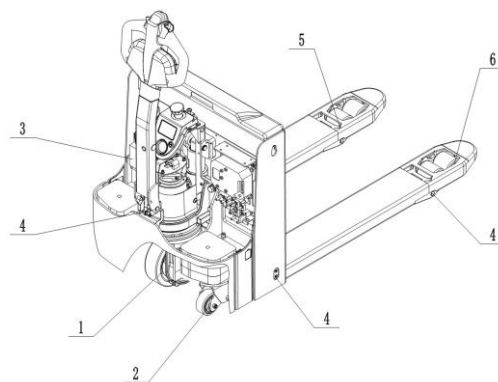

Рис. 17: Точки смазки
- Отсоедините штекер зарядного устройства (рис. 17, поз. 20) из разъема (рис. 17, поз. 21) и подсоедините к сети.
- Аккумулятор начнет заряжаться, LED-индикатор (рис. 17, поз. 22) загорится красным.
- Когда зарядка завершится, LED-индикатор (рис. 17, поз. 22) загорится зеленым.